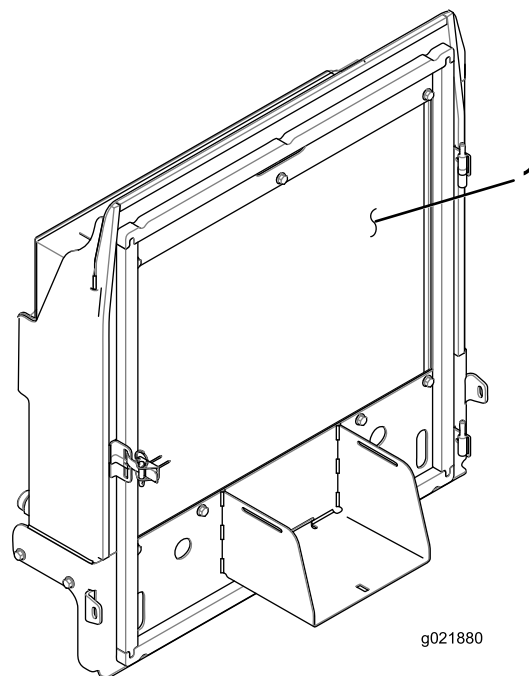

Figura 96
4. Limpe bem ambos os lados do radiador com ar comprimido (Figura 96).